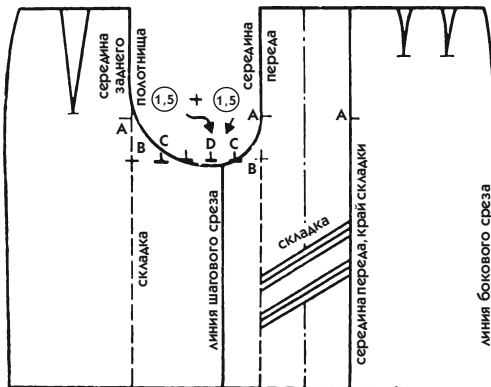

Рис. 775
На классической модели имеются встречные складки по каждой срединной линии (см. чертеж переда на рис. 775). Такая складка маскирует брючную часть юбки.
2. На срединной линии переднего полотнища (см. рис. 775) определите расположение засечек А, В и С, как на базовом лекале брюк (см. пояснение к рис. 765).
3. От засечки С сделайте прибавление 1,5 см и через эту точку проведите линию, параллельную срединной линии переда, которая будет представлять собой шов по линии шагового среза (сплошная линия на рис. 775).
6. Соедините обе части юбки вдоль этой линии и начертите изогнутую линию, как показано на рис. 775.